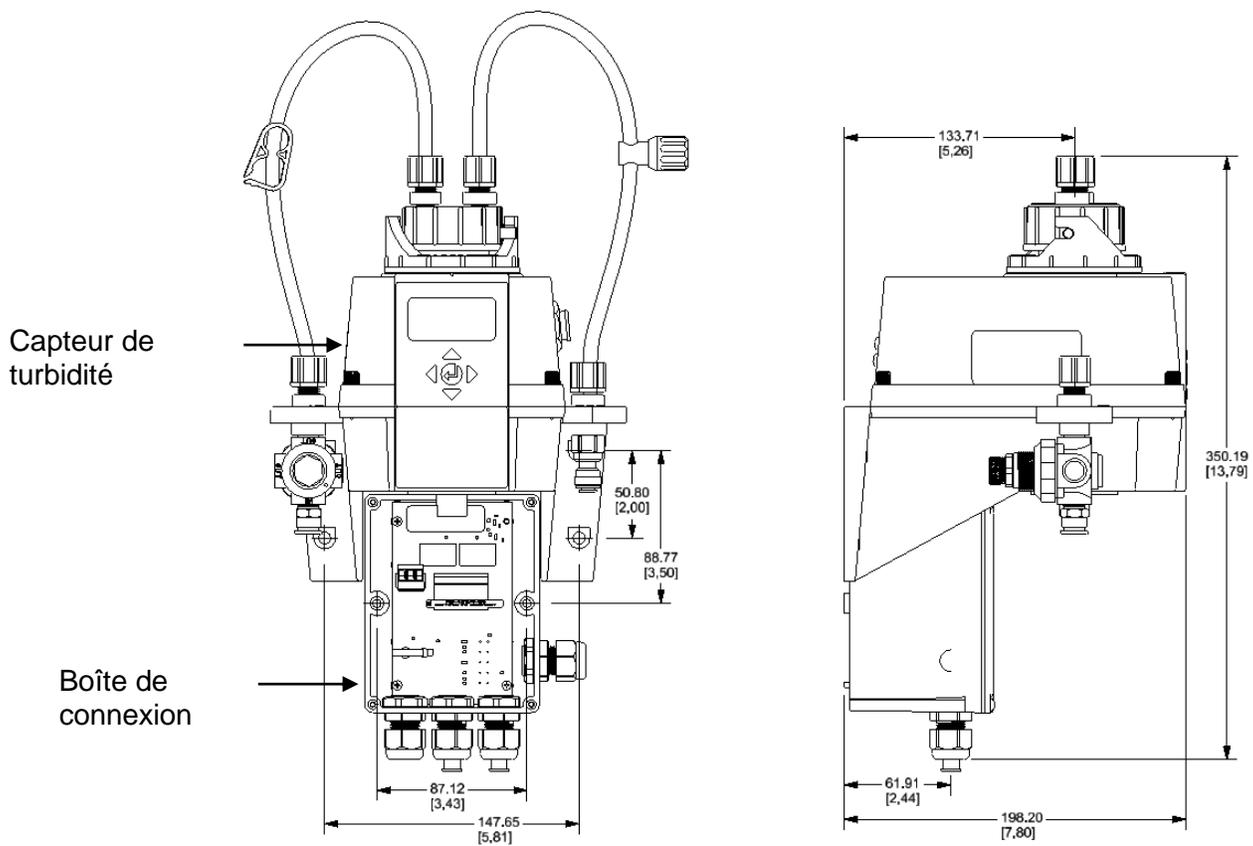

Figure 3 : Dimensions de montage de l'instrument
2. Les dimensions d'installation du Turb PLUS 2000 sont indiquées à la figure 3 (ci-dessous). Assurez-vous que le site de montage est suffisamment spacieux et qu'il y a au moins 20 cm d'espace libre au-dessus de l'instrument lorsqu'il est monté. Cela permet de disposer d'un espace suffisant pour l'étalonnage et l'entretien des cuves.